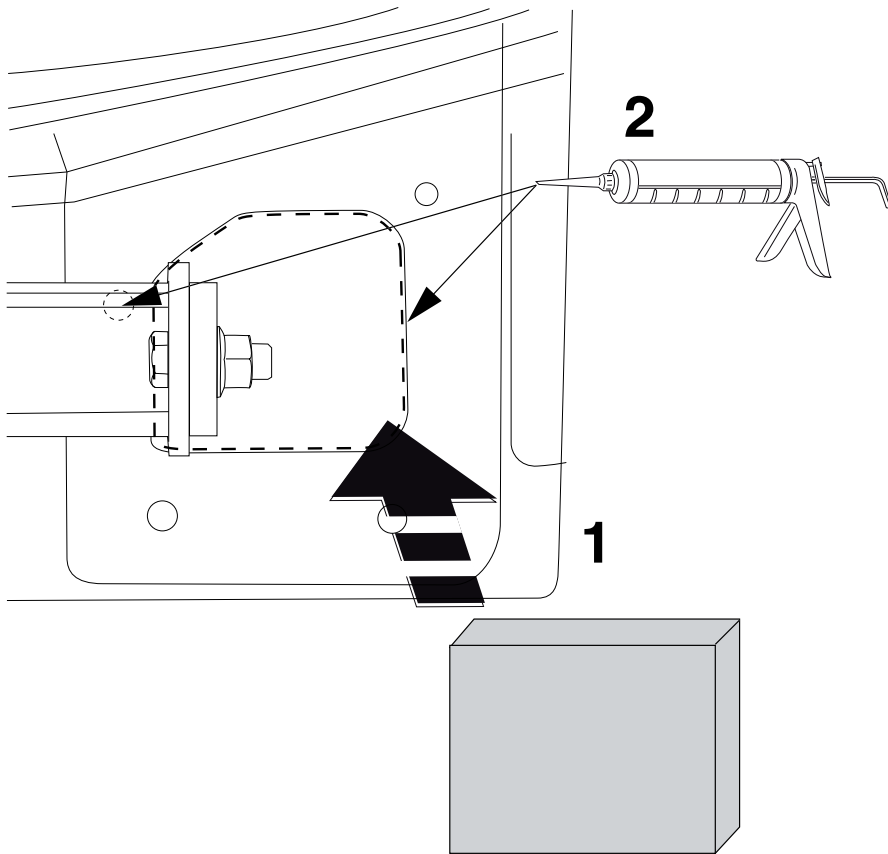

Fig. 3
7. В качестве уплотнения, вставить два полиэтиленовых элемента в балки шасси. Герметизировать обозначенные части (см. рис. 3)